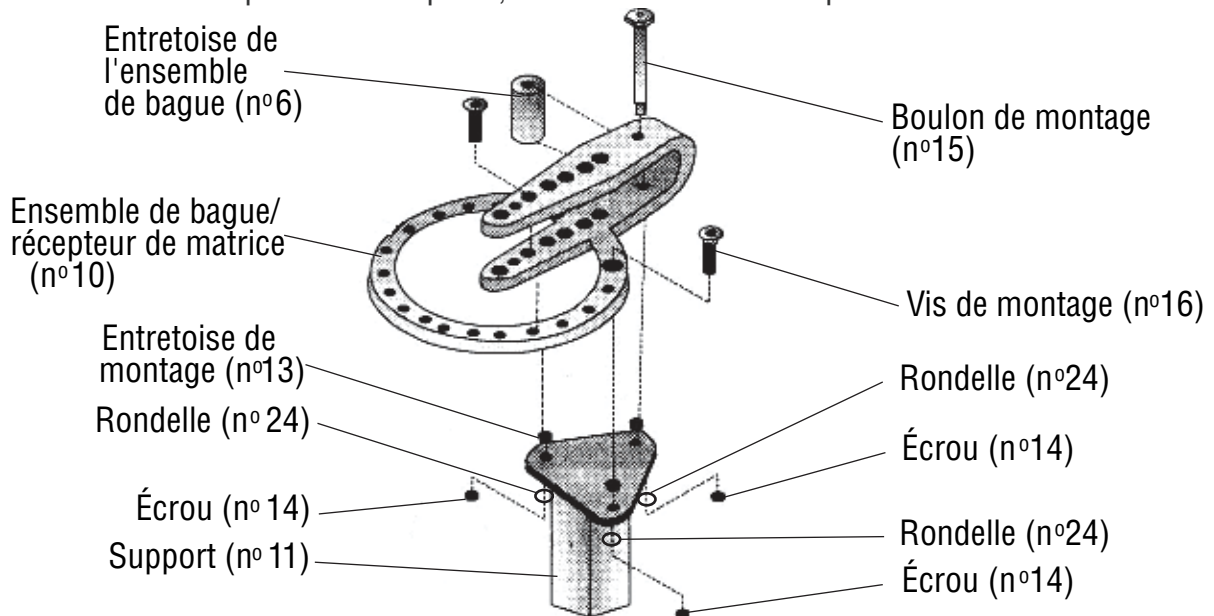

Figure 1
- Étape 2 Placez les trois entretoises de montage (n°13) sur chaque orifice sur le dessus du support (n°11) - voir la **Figure 1**.
- Étape 3 Placez l'ensemble de bague/récepteur de matrice (n°10) sur les trois entretoises de montage (n°13) de façon à ce que les deux orifices de l'ensemble de bague/récepteur de matrice (n°10) soient alignés avec les entretoises de montage (n°13) correspondantes. Insérez deux vis de montage (n°16) dans l'ensemble de bague/récepteur de matrice (n°10), l'entretoise de montage (n°13), le support (n°11) et les rondelles (n°24). Serrez les écrous (n°14) - voir la **Figure 1**.
- Étape 4 Placez l'entretoise de l'ensemble de bague (n°6) à l'intérieur des bras de l'ensemble de bague/récepteur de matrice (n°10) entre les deux orifices arrière - voir la **Figure 1**. Insérez le boulon de montage (n°15) dans l'ensemble de bague/récepteur de matrice (n°10), l'entretoise de l'ensemble de bague (n°6) et dans l'orifice